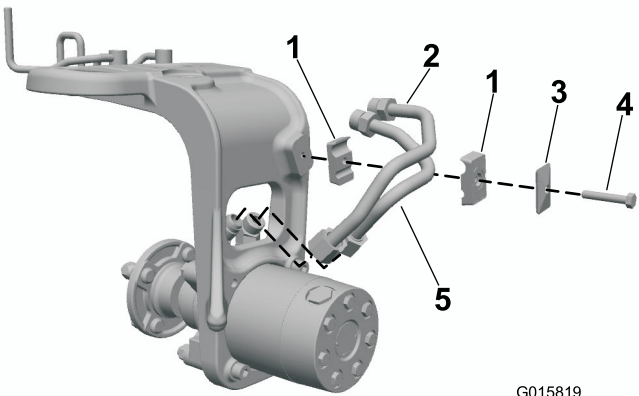

Figura 6
1. Conecte provisionalmente los tubos hidráulicos de acero al motor de la rueda (Figura 6).
2. Instale la abrazadera en la horquilla. Ajuste el conjunto para que encaje correctamente con los acoplamientos hidráulicos y las abrazaderas (Figura 6).
3. Sujete las abrazaderas con una tapa y un perno ($\frac{5}{16}$ " x $1\frac{3}{4}$ "), como se muestra en la Figura 6.